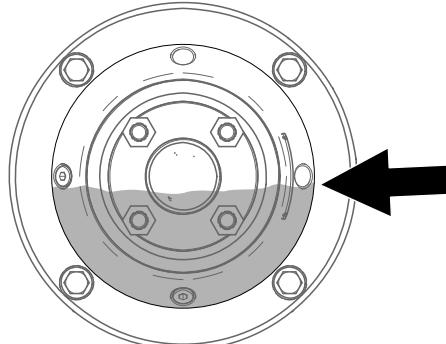

Figure 56
6. Versez du liquide comme spécifié au début de cette procédure par l'orifice supérieur jusqu'à ce que le niveau atteigne l'ouverture du bouchon latéral (Figure 56).